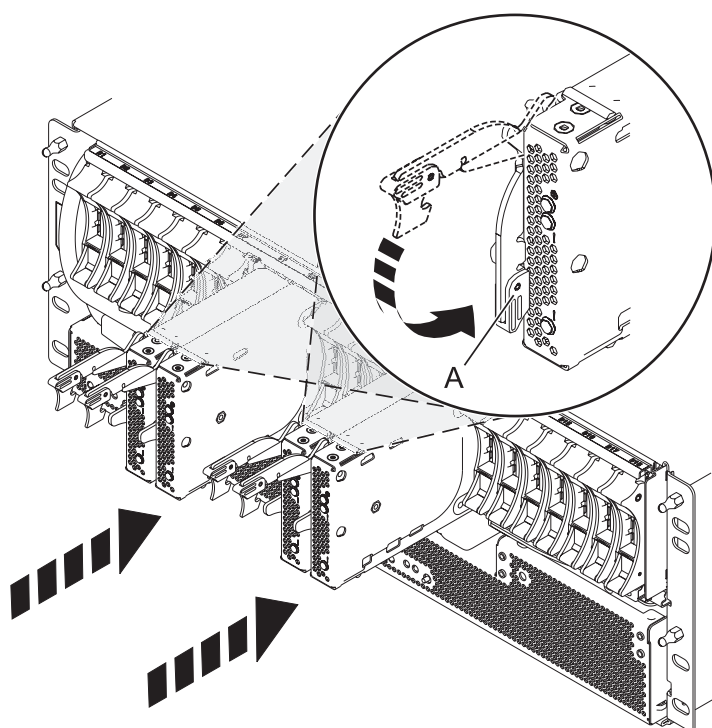

*Figura 50. Instalar la placa posterior en un modelo montado en bastidor*
14. Utilice una mano para sujetar la parte inferior de la placa posterior y deslícela en la unidad de expansión según se muestra en Figura 50 en la página 65.